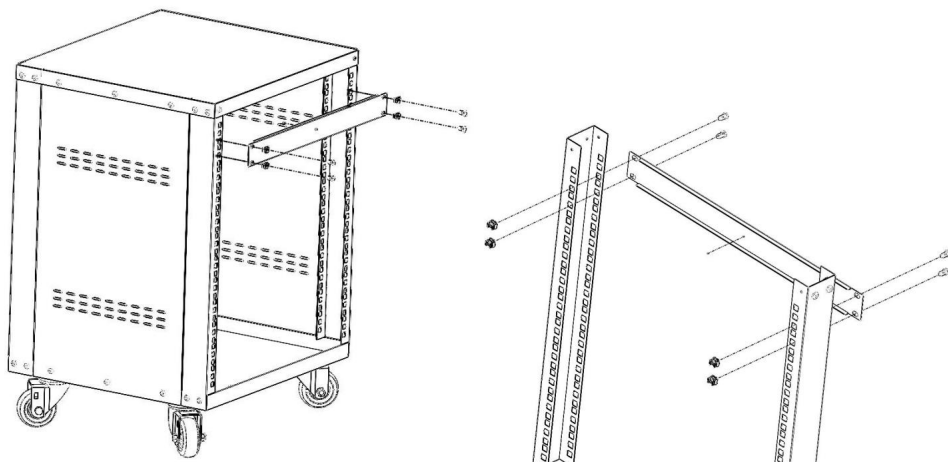

Figure 5
5. Placez le panneau aveugle 1U sur le rack. Fixez avec les 4 écrous cage M6 et les 4 vis à tête cruciforme M6*12. Voir la figure 5.